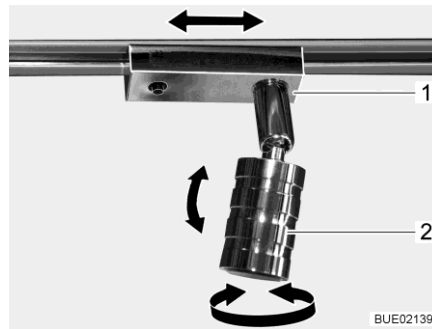

Fig. 84 Foco
- Girar:** ■ Cogér la carcasa (Fig. 84,2) y girarla.
- Desplazar:** ■ Agarrar la base (Fig. 84,1) y girarla aprox. 45°.
- Retirar:** ■ Agarrar la base (Fig. 84,1) y girarla 90°.